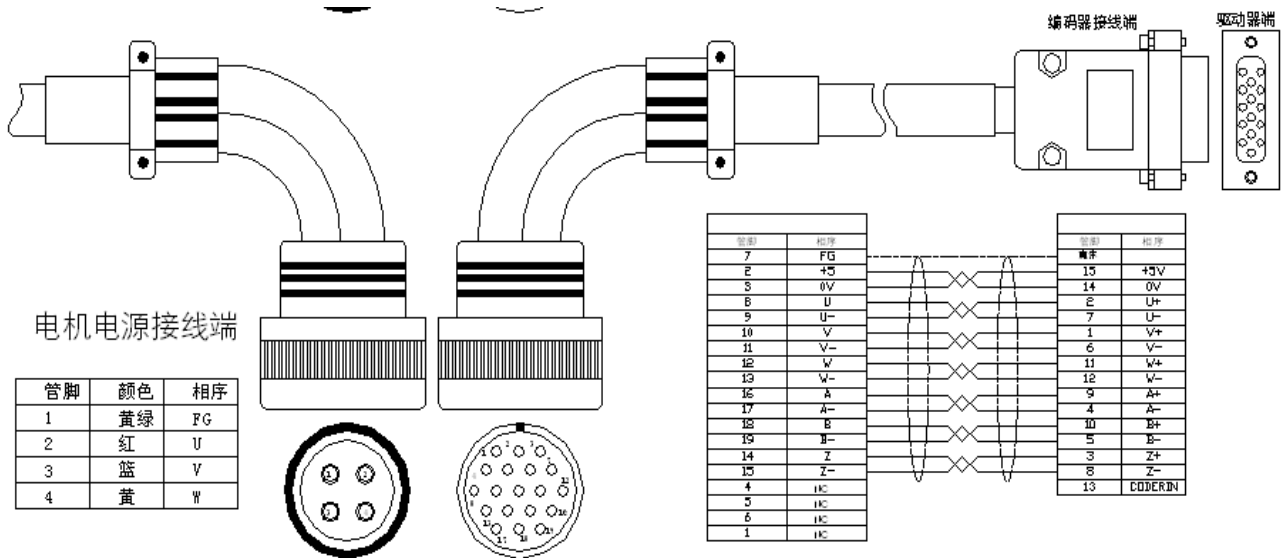

图 3.6 编码器接线示意 4
4) 电机端为航空插头, 驱动器侧为 D 型插头. (部分型号) (图 3.6)